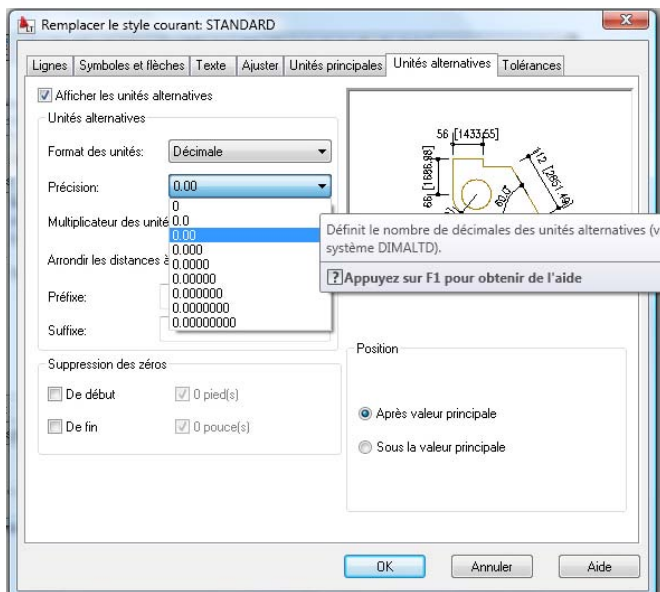

Figure 5.80
5. Cliquez ensuite sur l'onglet Unités alternatives, qui permet de contrôler les unités utilisées pour la cotation. À la Figure 5.80, le menu déroulant du degré de précision souhaité est actif.